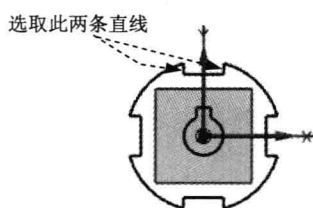
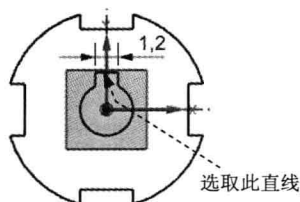

图 2.13 对称约束
图 2.14 标注水平尺寸 1
(3) 参照 Step4 添加图 2.13 所示的两直线为“对称”约束。
(1) 添加水平尺寸约束。
① 选择下拉菜单 **插入(I) → 尺寸(D) → 自动判断(I)** 命令，选择图 2.13 所示的直线，系统自动生成尺寸，选择合适的放置位置单击，在系统弹出的动态输入框中输入 1.2，结果如图 2.14 所示。